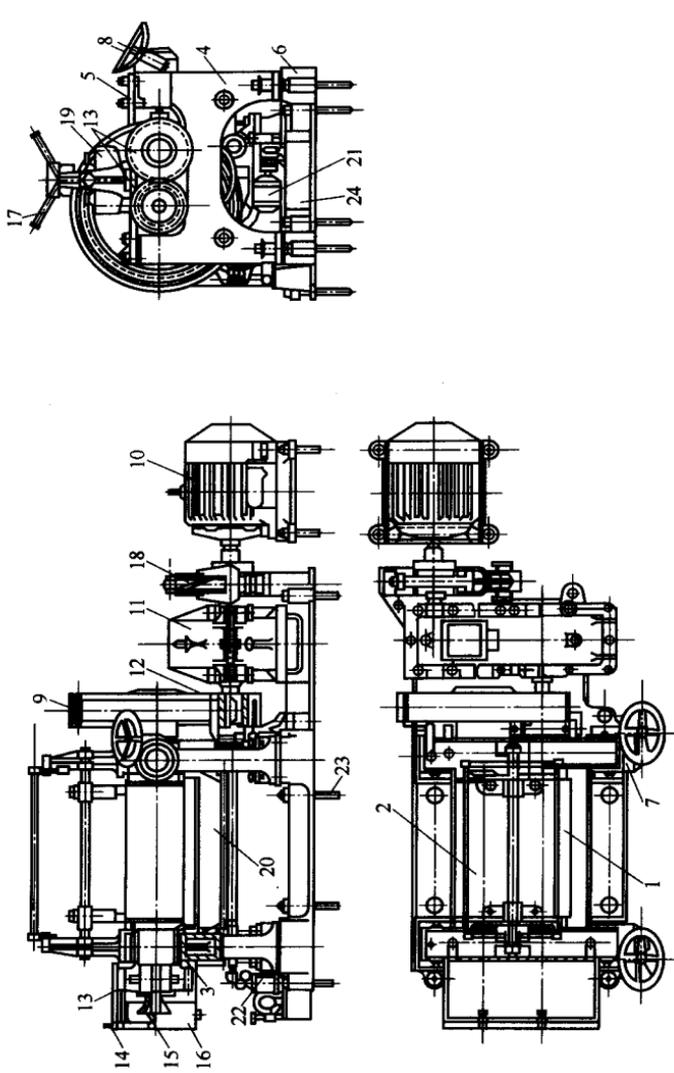

图 1-1 XK-360 型标准式开炼机
(1) 整体结构 开炼机的类型很多,但其基本结构是大同小异的。它主要是由辊筒、辊筒轴承、机架和横梁、机座、调距与安全装置、调温装置、润滑装置、传动装置、紧急刹车装置及制动器等组成。目前我国制造的开炼机按结构分有下列三种类型。
① 标准式开炼机 图 1-1 是目前生产上广泛使用的一种规格为 XK-360 型标准式开炼机的整体结构。其主要工作部分为两个平行安放且相对回转的空心辊筒 1 和 2,每个辊筒的两边轴颈上都装有辊筒轴承 3,辊筒轴承则装在机架 4 上。机架用螺栓固定于机座 6 上,其上部与横梁 5 相连接。前辊轴承可借助于调距装置 7 的作用,在机架上作水平移动,以调节前后辊之间的距离(辊距),控制胶片的厚度。后辊轴承则由螺栓固定于机架上以减少炼胶时后辊轴承的晃动。